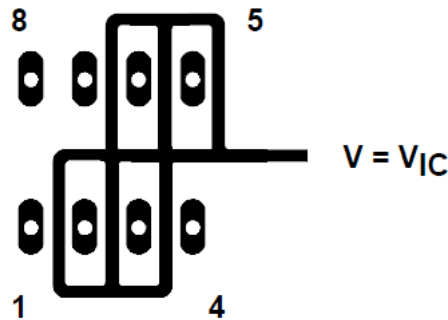

図 5-4. デバイス入力周囲の絶縁金属 (JG および P パッケージ)
1. デバイスを他の潜在的なリーク源から絶縁します。デバイス入力周囲の周囲と間に、接地されたシールドを使用します (図 5-4 を参照)。そうしなければ入力に流れ込む可能性のあるリーケージがシャントされます。
TLC272 および TLC277 は入力インピーダンスが非常に高く、バイアス電流が低いため、低レベルの信号処理に適していますが、プリント基板やソケットに流れるリーク電流がバイアス電流要件を簡単に超え、デバイス性能が低下する可能性があります。入力の周囲にガードリング (セクション 5 セクションの 図 5-4 のものと同様) を配置することをお勧めします。